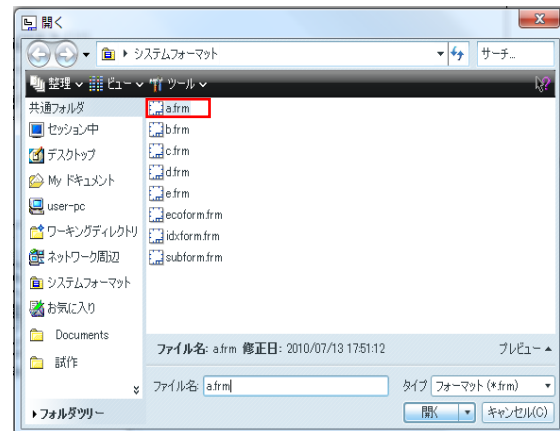

図 10-7 フォーマット メニュー
3) 「ブラウズ」を選択してシステムフォーマットのファイルリストからファイル「a.frm」を開く (図 10-7)。